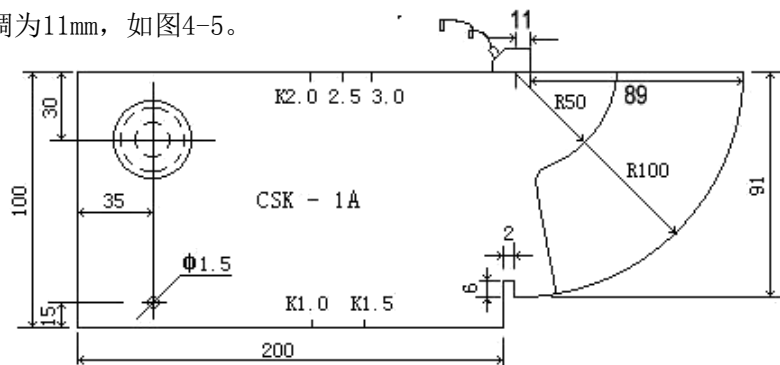
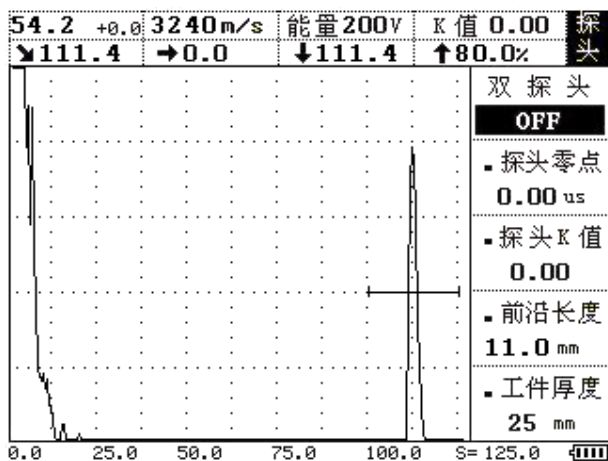

图 4-4
图 4-5
- 3、校准探头前沿：将探头放在试块上并移动，使得 R100mm 的圆弧面的反射体回波达到最高，用直尺量出探头前端面 89mm，此时探头的前沿值为 $100-89=11\text{mm}$ 。如图 4-4 所示，之后按  键进入探头菜单，再用 （上）或 （下）键调整到探头前沿子菜单，再按 （左）或 （右）键将探头前沿值调为 11mm，如图 4-5。